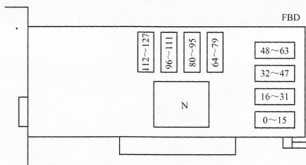

图 3-44 单通道显存排列图
(2) 如果 MATS 测试显示只有 FBD 一个通道 (常见为 MX 系列显卡), 那么显存排列如图 3-44 所示。